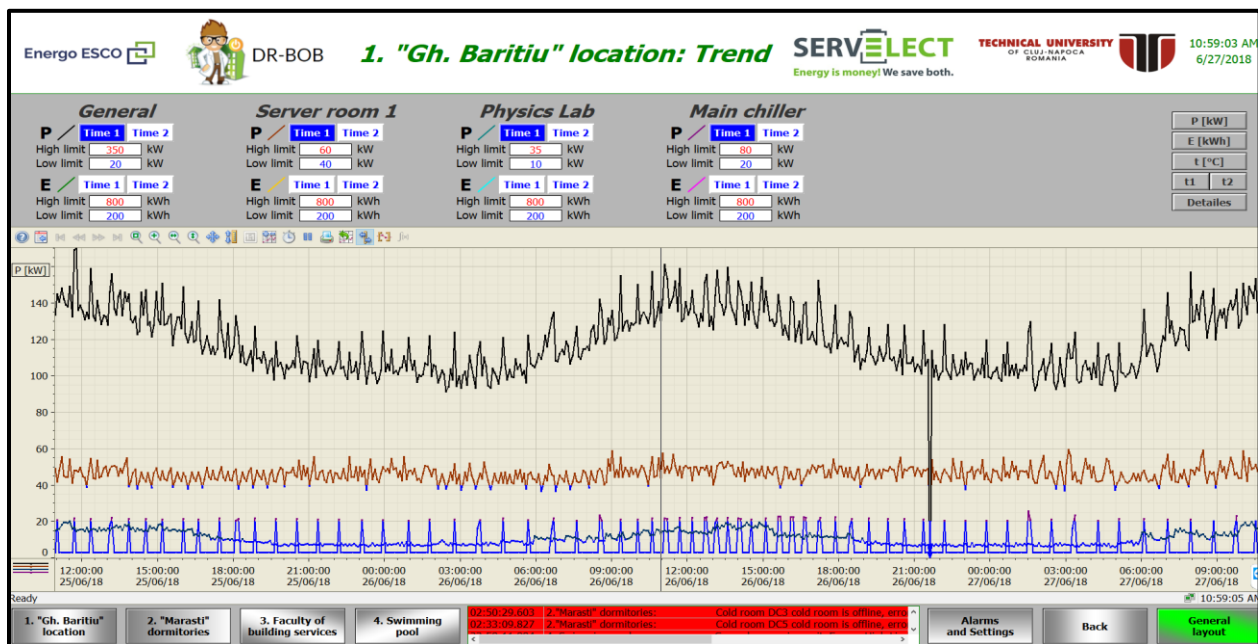

Fig.12a. Trend Barițiu
- Trends - conduce la fereastra din Fig.12a.